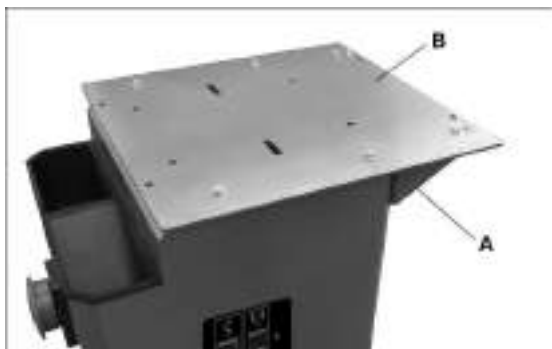

Рис. 4
1. Установите вертикально левую и правую опоры (А, рис. 4), закрепите винтами 1/4 дюйма.